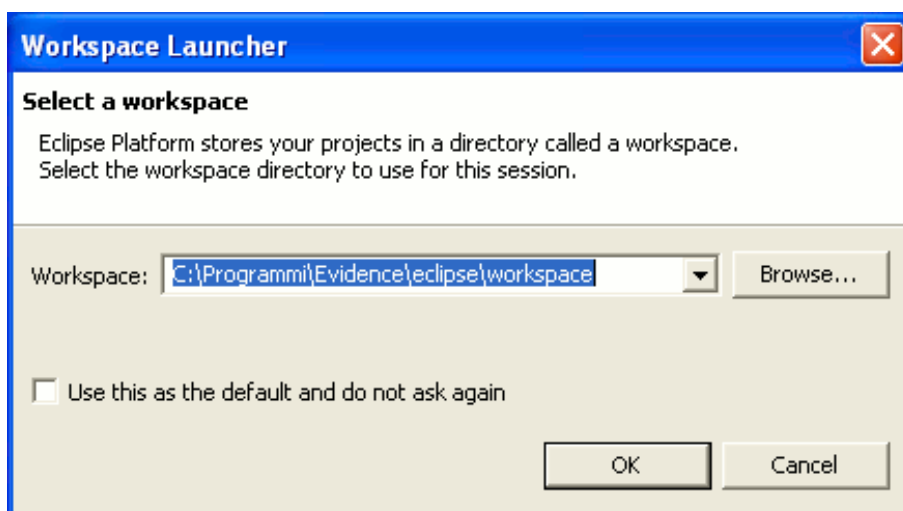
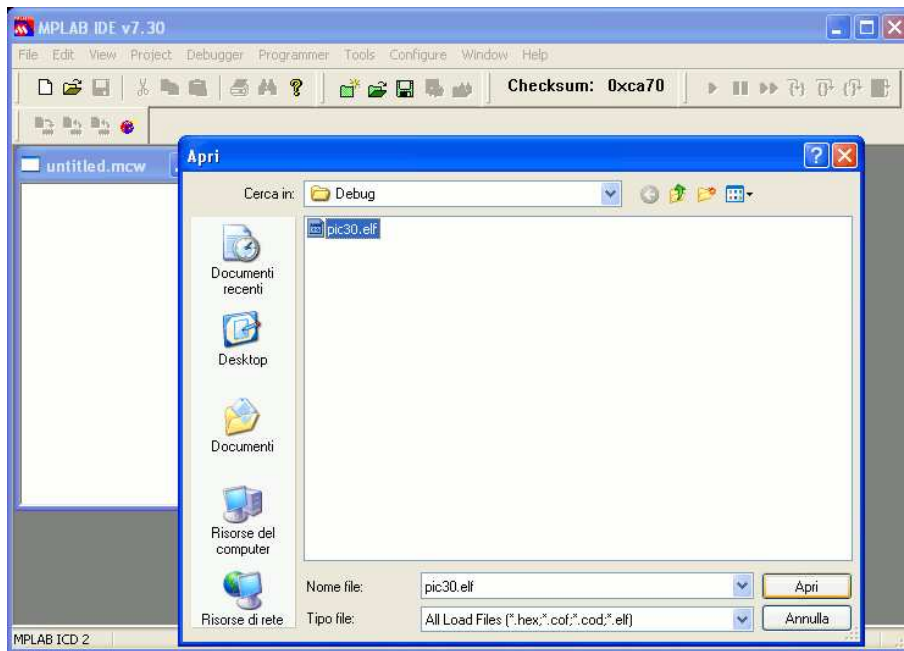

Figura 3.1: Questa figura mostra la dialog box che propone la scelta del workspace.
Figura 4.10: Selezionate il file ELF prodotto nel processo di compilazione.
2. Una dialog box apparirà richiedendo la scelta del workspace (vedere Figura 3.1). confermate la directory di default, e procedete premendo "OK".
10. Apparirà una dialog box. Selezionate il file `pic30.elf` prodotto dal processo di compilazione in Eclipse, come mostrato in Figura 4.10. Il file da importare si trova nella cartella del workspace che avete specificato all’inizio di questo documento in Figura 3.1. In questo esempio, il file è memorizzato nella directory `c:\Programmi\Evidence\ eclipse\workspace\ pic30_oo_mono\Debug`.